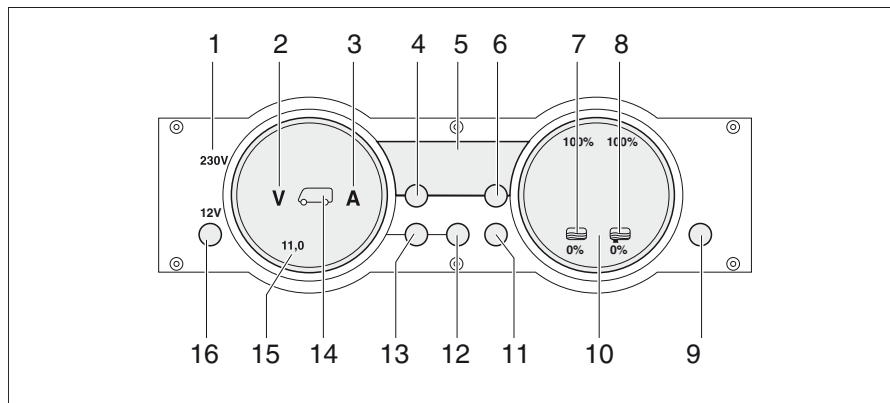

Bild 260 Panel MP 20-S
230 V-kontrollampan (Bild 260,1) lyser när nätspänningen ligger på el-blockets ingång.
Med huvudbrytaren 12 V (Bild 260,16) kopplas panelen och bodelens 12 V-försörjning till eller från.
- Tryck kort på knappen "12 V" (Bild 260,16). 12 V-försörjningen för bodelen är påslagen. Kontrolllampan "12 V" lyser.
- ▷ Efter aktivering av försörjningen: om lysdioden "11,0" för voltindikeringen samt symbolen volt "V" (Bild 260,2) på indikeringsinstrumentet för batterierna (Bild 260,15) blinkar är bodelsbatteriets spänning för låg. Ladda batteriet.
- ▷ Efter aktivering av försörjningen: om kontrolllampan "12 V", symbolen bodelsbatteri (Bild 260,14) och symbolen volt "V" (Bild 260,2) blinkar tre gånger är batterifrånkopplingen aktiverad. Avaktivera batterifrånkopplingen.
- Tryck kort på knappen "12 V" (Bild 260,16). 12 V-försörjningen för bodelen är avstängd. Kontrolllampan "12 V" slocknar.
- Tryck på knappen bodelsbatteri (Bild 260,12) och håll den intryckt i ca 10 sekunder. Symbolerna volt "V" (Bild 260,2) och ampere "A" (Bild 260,3) blinkar tre gånger. Bodelsbatteriet är frånkopplat från 12 V-nätet.
- Tryck på knappen "12 V" (Bild 260,16) och håll den intryckt i ca 5 sekunder. Symbolen volt "V" (Bild 260,2) blinkar tre gånger. Bodelsbatteriet är anslutet till 12 V-nätet. Kontrolllampan tänds efter ca 2 sekunder.
- Tryck på knappen Bodelsbatteri " (Bild 260,12). Symbolen volt "V" (Bild 260,2) lyser. Symbolen ampere "A" är vit eller röd beroende på laddning eller urladdning. Batterispänningen och strömmen för bodelsbatteriet visas via lysdioderna på indikeringsinstrumentet.
- Tryck på knappen Startbatteri " (Bild 260,13). Symbolen volt "V" (Bild 260,2) lyser. Startbatteriets spänning visas via lysdioderna på indikeringsinstrumentet.
- Tryck på knappen Tankar  (Bild 260,11). Symbolerna vattentank  (Bild 260,7) och avloppstank  (Bild 260,8) lyser. Nivån i vattentanken (vänster skala) och i avloppstanken (höger skala) visas via lysdioderna på indikeringsinstrumentet.
Symbolen volt "V" (Bild 260,2) och lysdioden "11,0" blinkar när batteriets spänning sjunker under 11 V (mätning under pågående drift) och det finns risk för en djupurladdning.
Symbolen vattentank  (Bild 260,7) eller symbolen avloppstank  (Bild 260,8) blinkar när vattentanken är tom eller när avloppstanken är full.
Via den digitala indikeringen (Bild 260,5) kan innetemperaturen och utetemperaturen avläsas.